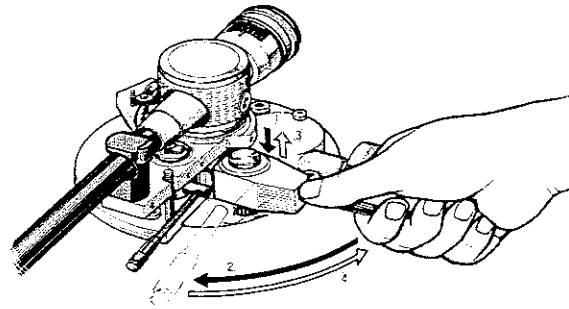

Fig. 15
- 4 Después de ajustar la altura del brazo fonocaptor, inmovilícelo como sigue (Fig. 15)
- ① Presione la palanca inmovilizadora para enganchar el engranaje.
- ② Manteniendo presionada la palanca inmovilizadora, desplácela hacia usted
- ③ Suelte la palanca para elevarla
- ④ Suelte la palanca inmovilizadora. Repita este procedimiento tres o cuatro veces para que el brazo fonocaptor quede firmemente asegurado